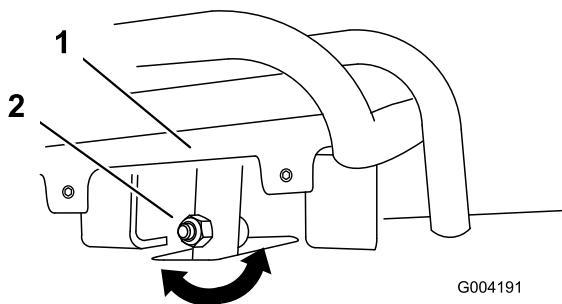

**Figura 54**
3. Tirate all'indietro il comando della trazione, spostandolo con un movimento rettilineo, in modo che la parte anteriore del comando venga a contatto con la barra di riferimento (Figura 54).